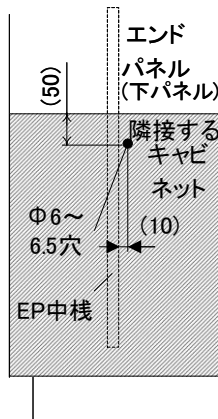

図13-16
①隣接するキャビネットで隠れる箇所にφ6～6.5の穴を加工してください。(図13-16)
②加工した穴にシリコンで防錆処理を施してください。
③加工した穴からネジ（皿タッピンネジ3.5×25）を打って、パネルの反りを矯正してください。